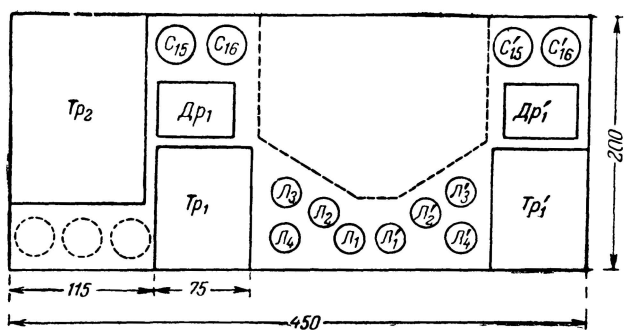

Рис. 14. Разметка шасси усилителя.
**Конструкция и детали.** Усилитель смонтирован на стальном оцинкованном шасси вместе с выпрямителем. Разметка шасси дана на рис. 14. На этом же шасси оставлено свободное место (на рис. 14 ограничено пунктиром), чтобы радиолюбитель в дальнейшем мог смонтировать здесь УКВ приемник с полярным детектором для приема стереофонических радиопередач. Все это устройство помещается в декоративный деревянный футляр.